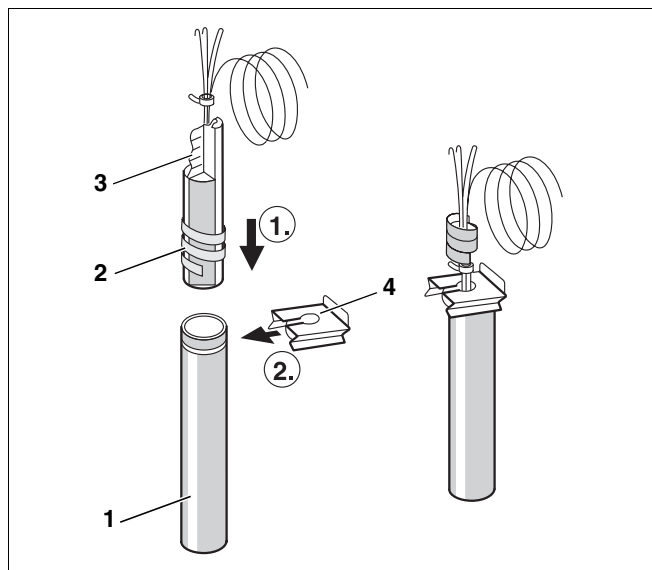

Рис. 4 Установка датчиков (принципиальная схема)
- Пластмассовая спираль (рис. 4, **поз. 2**), предназначенная для прижатия датчиков друг к другу, при установке автоматически сдвигается назад. Чтобы обеспечить контакт между гильзой (рис. 4, **поз. 1**) и поверхностями датчиков и, таким образом, точную передачу температуры, необходимо между датчиками вставить компенсационную пружину (рис. 4, **поз. 3**).
- Фиксатор датчиков вставить сбоку или сверху на оголовки гильзы (рис. 4).